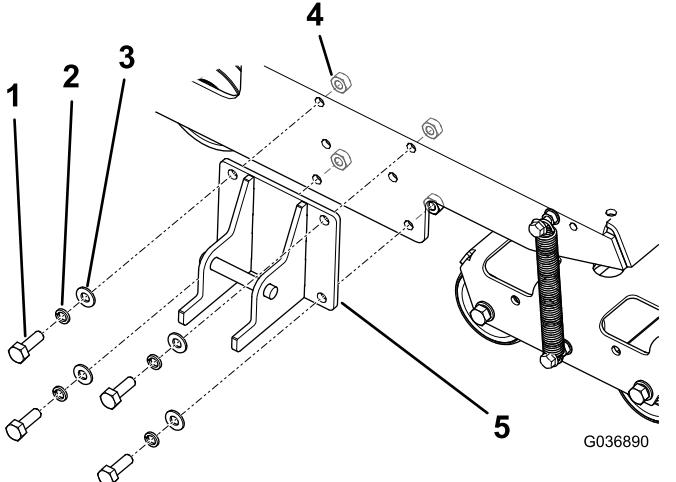

Рисунок 4
- Установите стопорный кронштейн на раму машины, как показано на Рисунок 4.